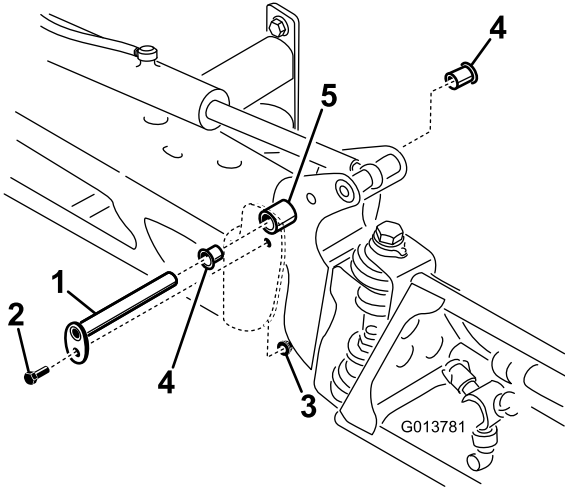

Figure 66
- Lorsque le poids de la rampe est supporté, retirez le boulon et l'écrou de fixation de l'axe de pivot à l'ensemble rampe (Figure 66).
- Retirez l'axe de pivot (Figure 66).
- Déposez et examinez les bagues en nylon à l'avant et à l'arrière du support de pivot (Figure 66).
- Montez l'ensemble rampe et support de pivot dans le bâti central en alignant les ouvertures (Figure 66).